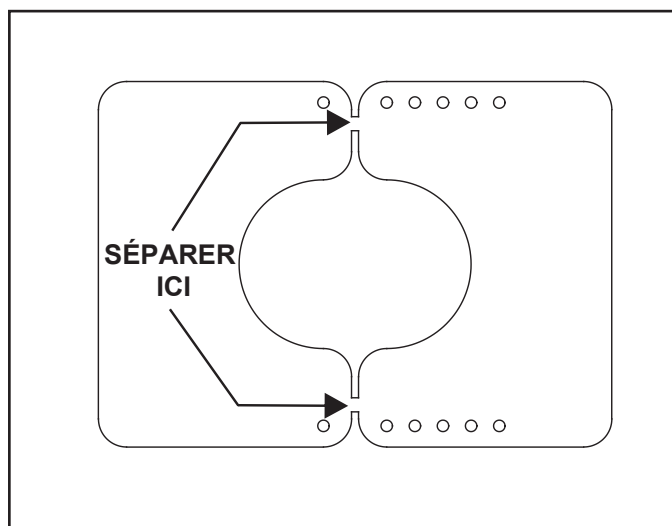

Figure 4.10 Diviser le réducteur d'évacuation
2. Séparez le réducteur de conduit en deux morceaux. Vous pouvez y arriver en pliant la pièce d'avant en arrière, jusqu'à ce qu'elle se sépare en deux. Voir la figure 4.10.
1. Séparez le réducteur de conduit en deux morceaux. Vous pouvez y arriver en pliant la pièce d'avant en arrière, jusqu'à ce qu'elle se sépare en deux. Voir la figure 4.10.